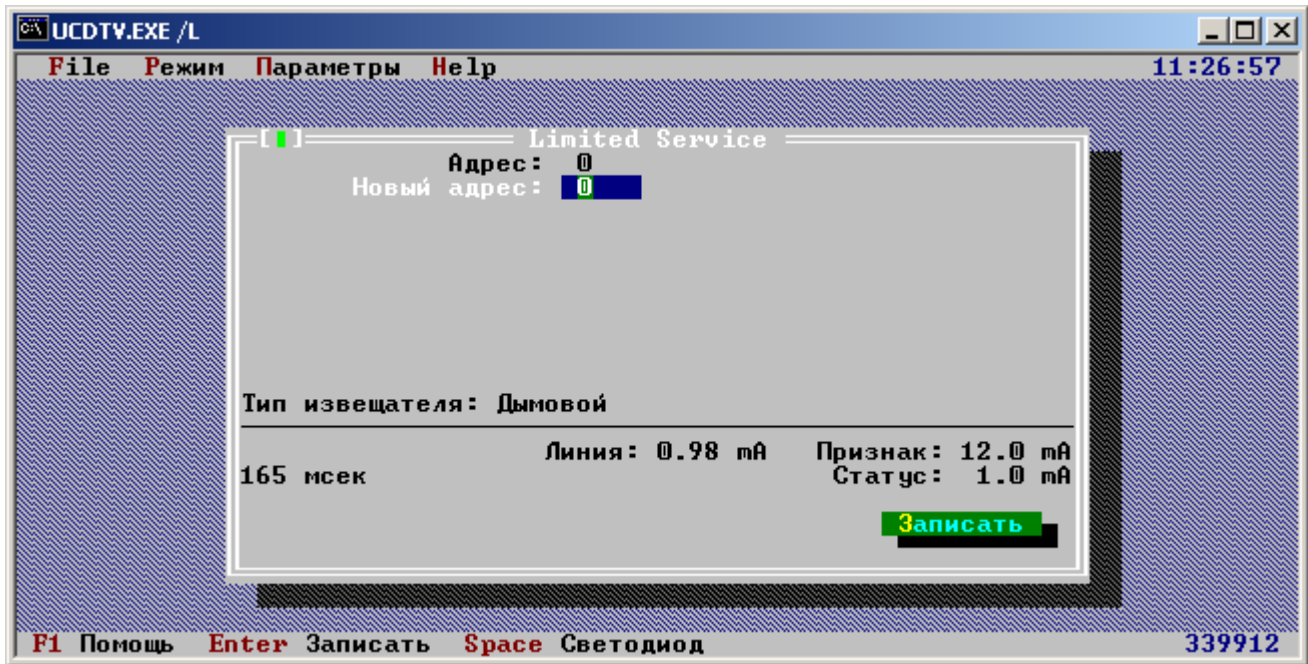

Рис.7. Диалоговое окно изменения адреса
6.1.4 Выберите клавишами курсора нужный для изменения адрес и нажмите <Enter>, высветится диалоговое окно изменения адреса (рис.7), если извещатель подключен, а адрес в списке не появляется - проверьте правильность соединения (п 6.1.3).